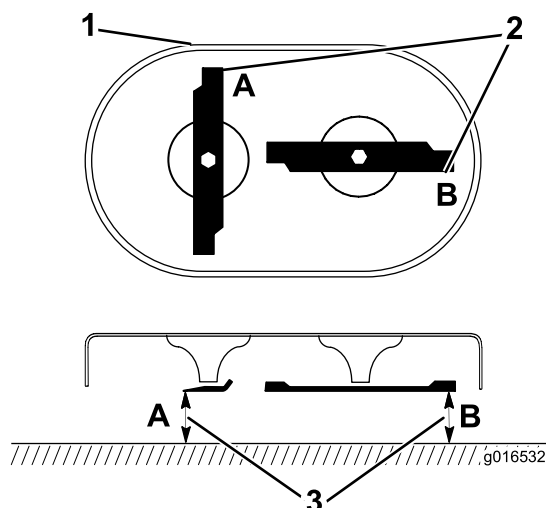

Figura 33
- Gire las cuchillas a la posición mostrada en Figura 33.
- Mida desde una superficie nivelada hasta los filos de corte, en las posiciones A y B (Figura 33) y anote las dimensiones.
- Gire las cuchillas de manera que sus extremos opuestos estén en las posiciones A y B (Figura 33).